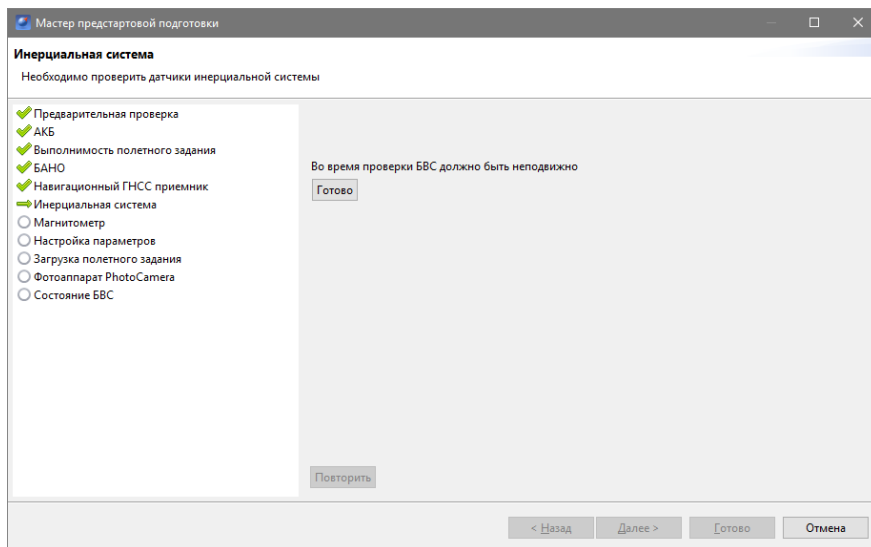

Рис. 105: Инерциальная система
- **Инерциальная система.** На данном этапе проверяется инерциальная система (гироскоп) (рис. 105);